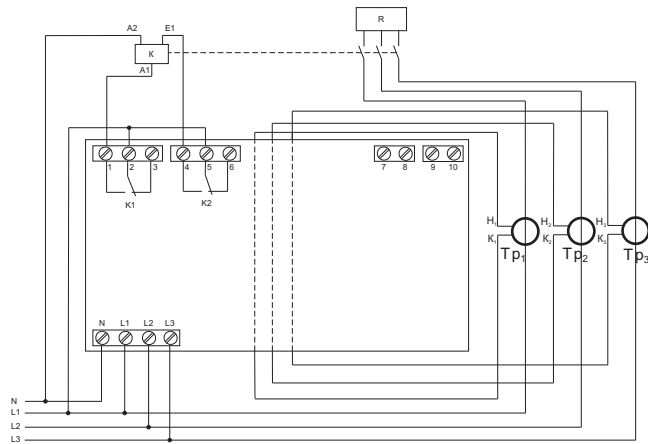

Рис.3 Схема включения с контактором с электромагнитной защелкой
5.3 Режим работы с контакторами с электромагнитной защелкой (двухобмоточными контакторами). Реле K1 выдает импульс "START" на включение нагрузки, реле K2 импульс "STOP" на выключение (рис.3,4). Длительность импульса 5 сек. В этом режиме нет потребления мощности контактором от сети питания. На катушки подаются только кратковременные импульсы управления. Срок службы контактора ограничен только износостойкостью его контактов.